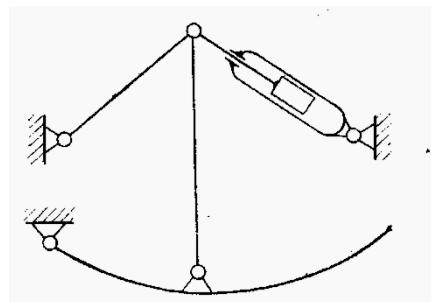

Рис. 1.23.
69. В каком из четырех ответов правильно указано число степеней свободы изображенного на рис. 1.23 механизма управления заслонкой маслорадиатора авиационного двигателя?